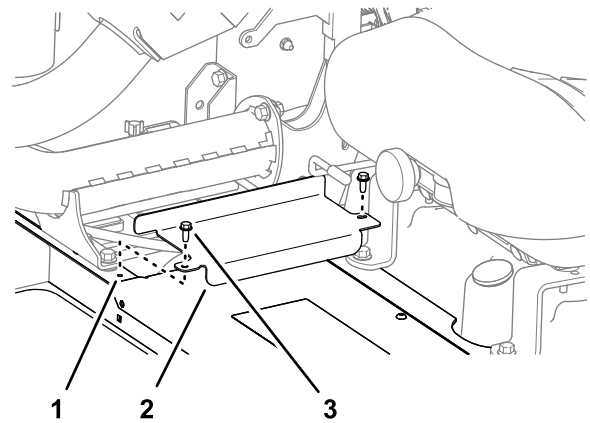

Bild 6
1. Entfernen Sie die beiden Bundkopfschrauben ( $\frac{1}{4}'' \times \frac{5}{8}''$ ), mit denen die innere Akkuabdeckung am Rahmen der Maschine befestigt ist (Bild 6).
2. Nehmen Sie die innere Akkuabdeckung von der Maschine ab (Bild 6).